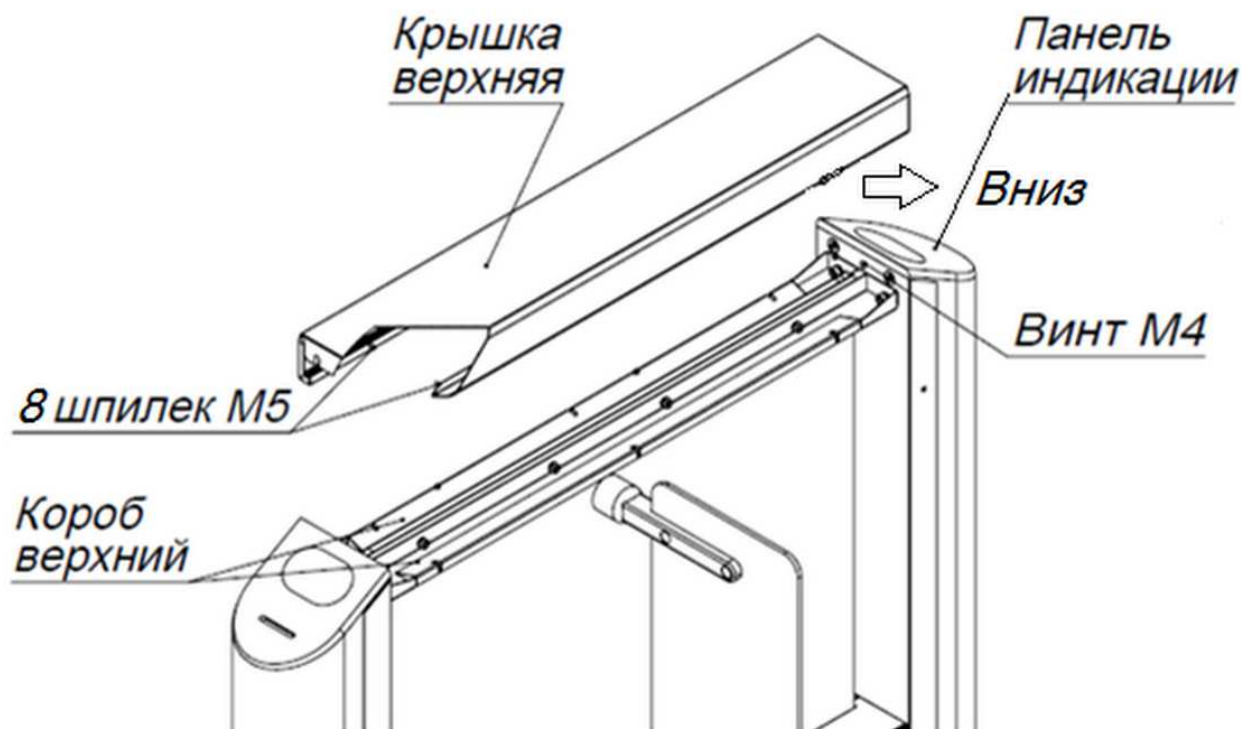

Рис. 17.
6.5.1. Снимите крышку верхнюю, открутив 8 гаек М5 со шпилек крышки, и открутите винт М4 на задней стенке картоприемника (рис. 17).
6.5.2. Сдвиньте панель индикации картоприемника вниз до упора в направлении, указанном на рис. 17. Аккуратно поднимите панель.
6.5.8. АККУРАТНО(!) установите панель индикации в исходное положение. Закрутите винт М4 рис. 17